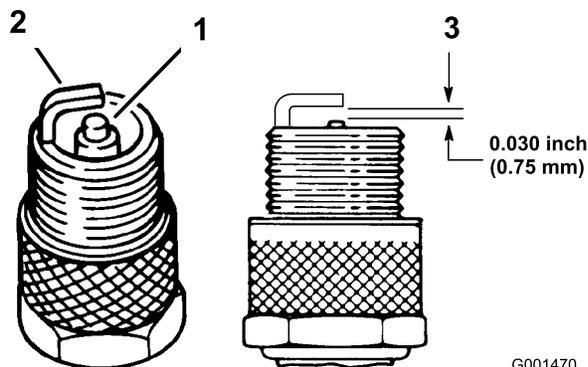

Figure 27
1. Examinez le centre des bougies (Figure 27). Si le bec de l'isolateur est recouvert d'un léger dépôt gris ou brun, le moteur fonctionne correctement. S'il est
2. Contrôlez l'écartement entre l'électrode centrale et l'électrode latérale (Figure 27). Courbez l'électrode latérale (Figure 27) si l'écartement est incorrect.
3. Connectez les bougies (Figure 27).